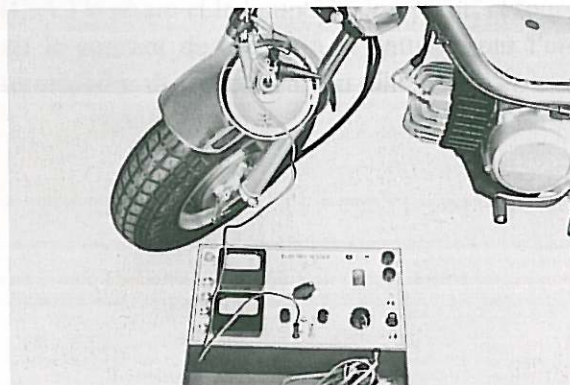

Fig. 6-6-1
- b. Connect positive (+) test lead to yellow connection and negative (-) test lead to a good ground. (Fig. 6-6-1)
- b. Raccorder le fil positif (+) du contrôleur au fil jaune, et mettre son fil négatif (-) à la masse. (Fig. 6-6-1)
- b. Positive (+) Leitung des Prüfers mit gelbem Anschluß verbinden, und negative (-) Leitung des Prüfers einwandfrei am Motor an Masse legen. (Fig. 6-6-1)